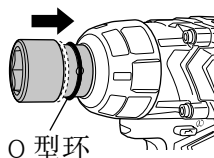

图 11
- (3) 确保销不会脱落后，将 O 型环装在套筒的凹槽上。(图 11, 12)